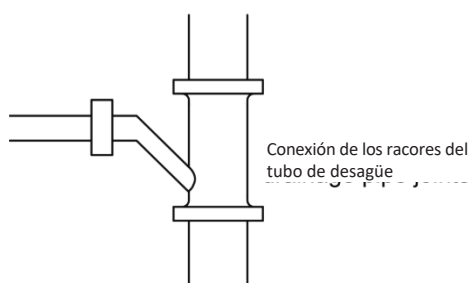

Fig. 4.13
- 8 El tubo horizontal se puede conectar al tubo vertical al mismo nivel; elija el modo de conexión tal y como se indica en las Fig. 4.13 a 4.15.
- ①: Conexión de las juntas de los tubos de drenaje (Fig. 4.13)